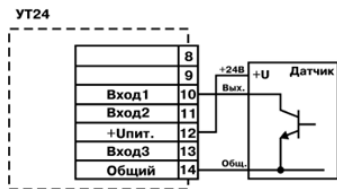

Рисунок 3.11
- активные датчики, имеющие на выходе транзистор n-p-n-типа с открытым коллекторным выходом. Для питания таких датчиков на клеммник прибора выведено напряжение +24...+30 В (максимальный ток нагрузки 100 мА) (рисунок 3.11);